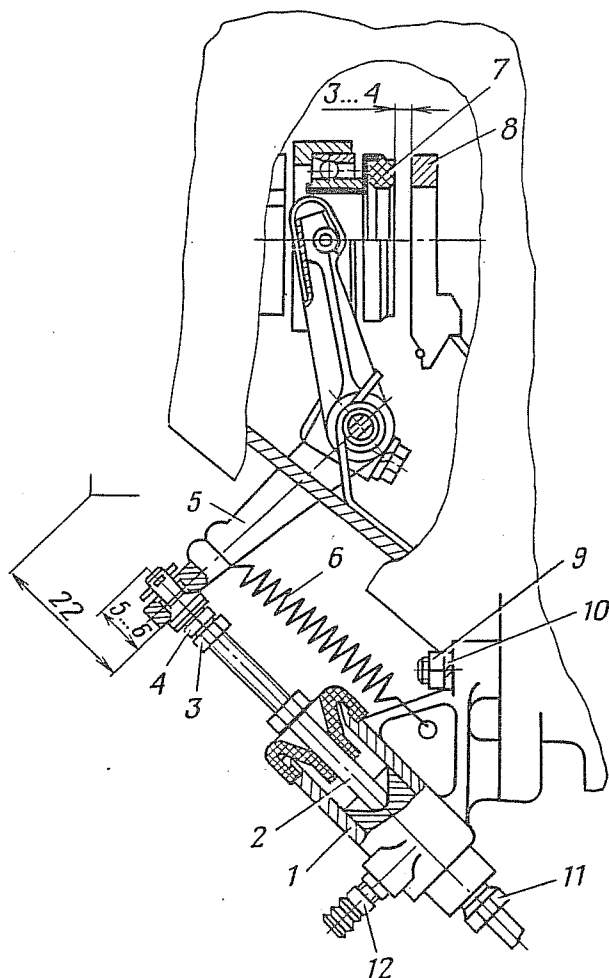

Рис. 53. Регулировка свободного хода привода выключения сцепления:
5.2. Снять натяжную пружину 6 (рис. 53) с рычага 5 (плоскогубцы 150).
1.2. Снять с клапана 12 (рис. 53) цилиндра привода выключения сцепления колпачок, установить на клапан шланг для прокачки гидропривода тормозов, отвернуть клапан на 1,5—2 оборота и, нажимая на педаль сцепления, выкачать через шланг в чистую стеклянную емкость рабочую жидкость из привода выключения сцепления. Завернуть клапан 12 и снять с него шланг (ключ 8, шланг для прокачки гидропривода тормозов, емкость для рабочей жидкости, стеклянный сосуд 0,5 л).
2.1. Установить на шпильки картера сцепления цилиндр 1 (рис. 53), предварительно вставив толкатель 2 в отверстие цилиндра, и закрепить гайками 9 с пружинными шайбами 10. Установить оттяжную пружину 6 (ключ 12, плоскогубцы 150).